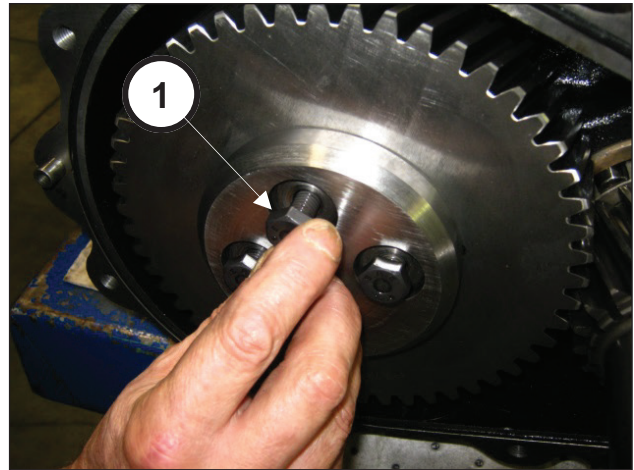

Abb. 68
Befestigen Sie die Zahnkranzarretierung (Pos. ①, Abb. 68) mit den 4 Schrauben M10x30. Eichen Sie die Schrauben mit einem Drehmomentschlüssel gemäß Angaben in Kapitel 3 (Pos. ①, Abb. 69).